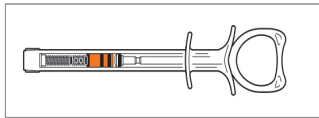

Abbildung 2 - Kolben ganz drinnen
- b. Mit dem Kolben der Inflationsspritze **ganz drinnen** beginnen (Abbildung 2).
- g. Bei immer noch **nach oben gerichteter** Spritzenspitze den Kolben **ganz hinein** drücken (Abbildung 2), um sämtliche Luft und Flüssigkeit aus der Spritze zu drücken.